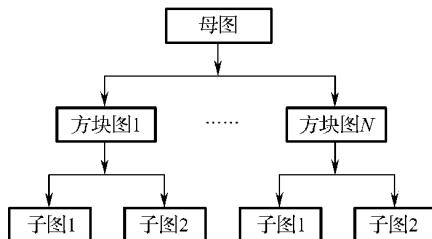

图 5-73 自上而下
- (1) 自上而下：先设计好母图，再用母图的方块图来设计子图，如图 5-73 所示。